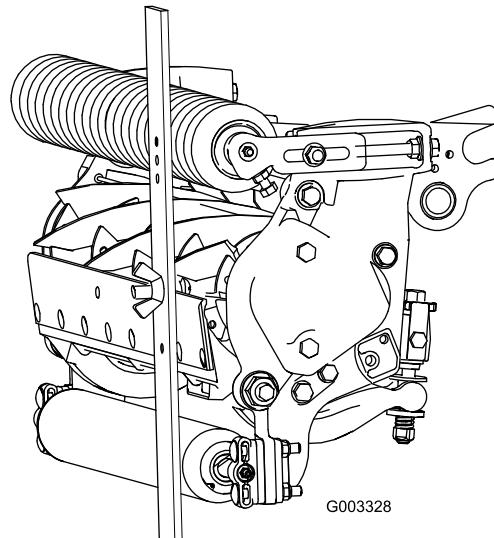

Figura 26
4. Agganciate la testa della vite sul tagliente della controlama e appoggiate l'estremità posteriore della barra sul rullo posteriore (Figura 26).
5. Ruotate la vite di regolazione finché il rullo anteriore non toccherà la barra di riferimento (Figura 26). Regolate entrambe le estremità del rullo finché l'intero rullo non è parallelo alla controlama.